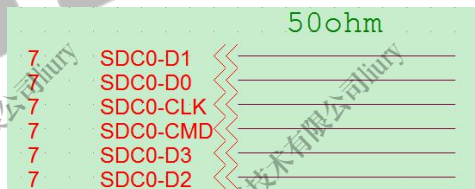

图 2-28 TF 卡信号阻抗要求
- 需在原理图中标注清楚 TF 卡信号线的走线阻抗要求，以便 PCB layout 设计，如图 2-28 所示：